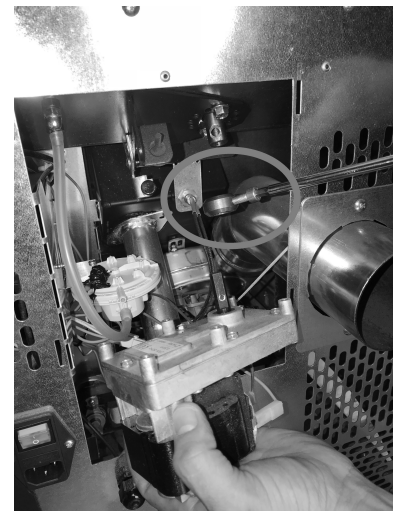

Fig. 29 - Verwijdering van de reductiemotor
- Verwijder de reductiemotor door de blokkerende schroef los te draaien (zie **Fig. 29**).